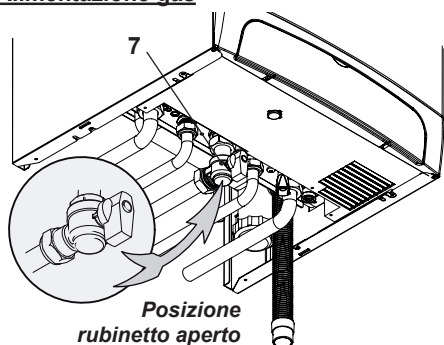

Fig. 6.1
- Aprire il rubinetto del contatore gas e quello della caldaia 7 in Fig. 6.1.